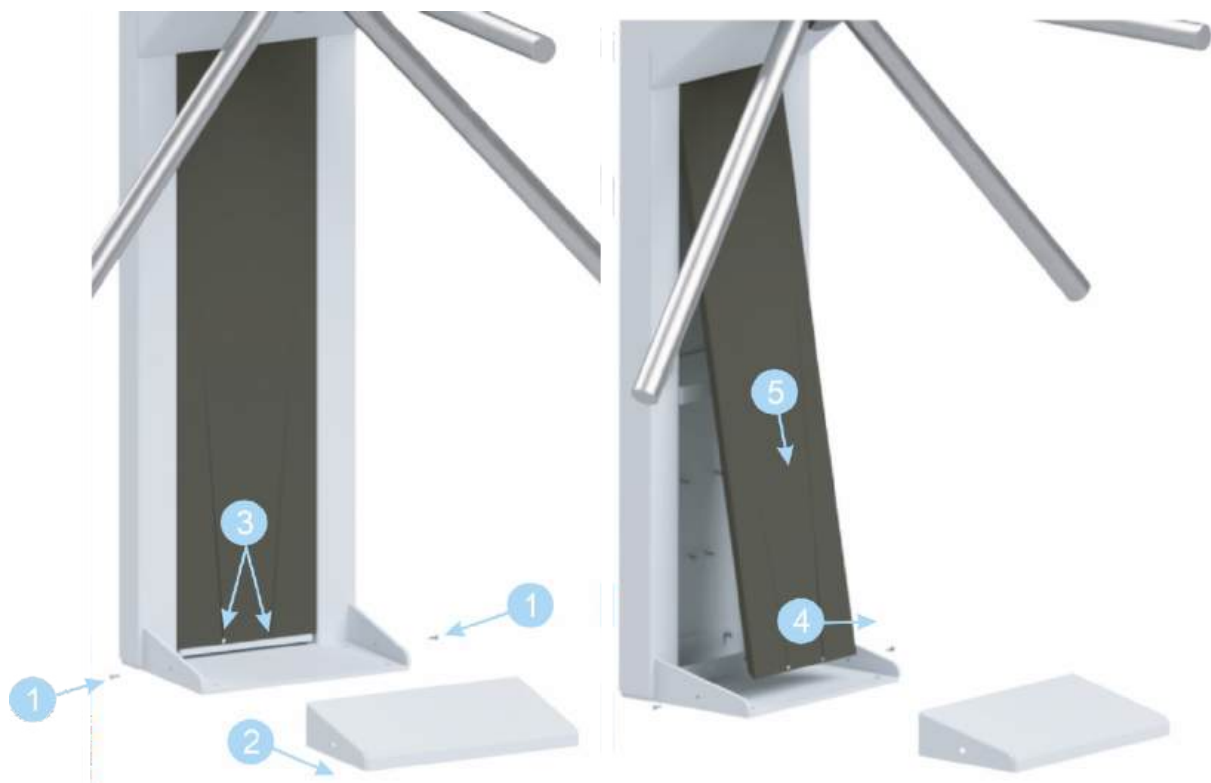

Рисунок 7.4.2 – Разборка кожухов турникета «ТКС-01»
- 1 Получить доступ к монтажному основанию и контроллеру управления турникетом, для этого необходимо выполнить следующие действия (см. рисунок 7.4.2):